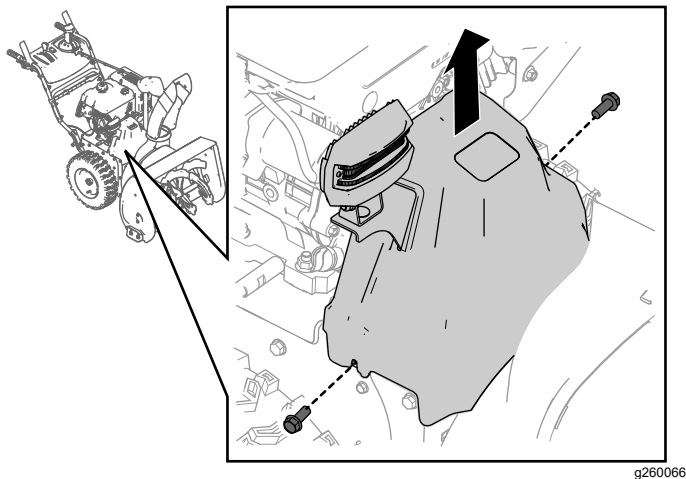

Figura 34
1. Rimuovete le 2 viti che fissano in posizione il copricinghia (Figura 34).
2. Rimuovete il copricinghia (Figura 34).